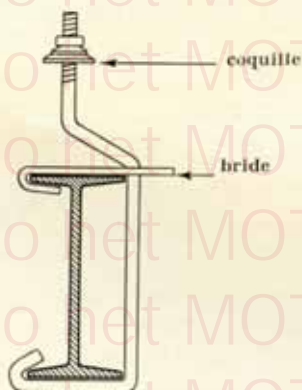

Fig. 15.
Attache D (fig. 15 et 16)
*Remarques.* — Pour placement sur charpente métallique, lorsque l'attache D est placée à l'endroit déterminé, rabattre, d'un coup de marteau, la bride (fig. 15, 16 et 27) qui fixera définitivement l'attache à la poutrelle.